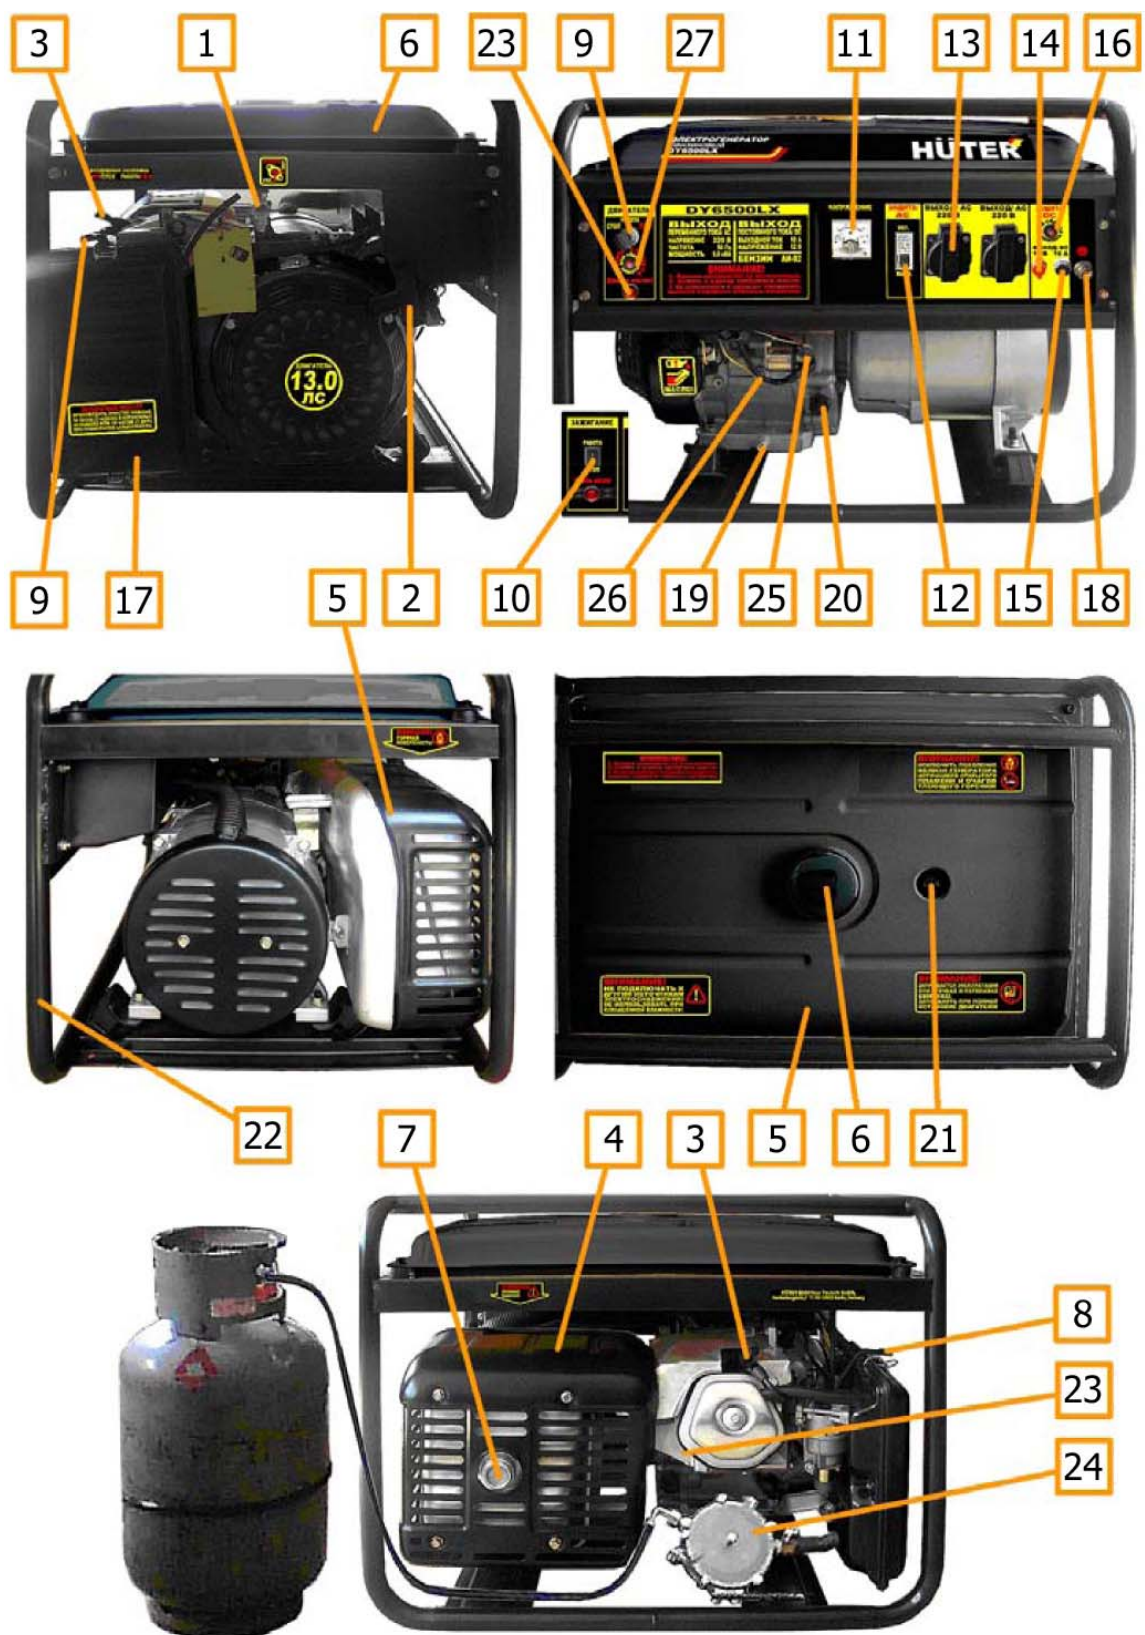
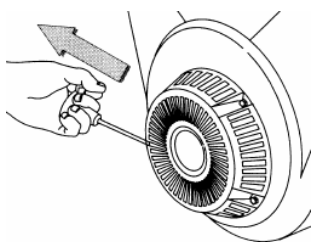

Рис. 1
Рис. 3
- Вывинтить щуп (поз.20 рис.1) и залить в картер масло соответствующего типа (таблица 2 п.8) до нижнего края горловины. Вставить чистый сухой щуп в горловину картера и вынуть его. Проверить уровень масла: граница смоченной области щупа должна располагаться между отметками минимального и максимального уровней.
– При установке генератора следует подключить к резьбовой клемме (поз. 18) (рис. 1) проводник заземляющего устройства, удовлетворяющего требованиям раздела «Обеспечение требований безопасности».
1. В качестве топлива используется бензин марки АИ-92, а также бытовой сжиженный баллонный газ: пропан и пропан бутан, в случае установки газовой системы питания (поз. 24 рис. 1), см. также рис. 2;
4. Установить лоток аккумуляторной батареи GG-H650-M22-E в соответствии с каталогом запасных частей. Подключить провода аккумуляторной батареи поз. GB1 (Приложение 1) к клеммам (поз.25, 26 рис.1), строго соблюдая указанную полярность.
1. Отключить все потребители переменного тока от генератора, переведя рычаг автоматического выключателя (поз.12 рис.1) в отключенное положение «0», отсоединить потребители постоянного тока от клемм (поз.14, 15 рис. 1).;
2. При использовании бензина открыть топливный кран (поз.1 рис.1) при закрытом вентиле газового баллона, (см. также рис. 4), или открыть вентиль газового баллона при закрытом топливном кране (поз.1 рис.1) в случае использования газа.
3. При использовании бензина перевести рычаг управления воздушной заслонкой (поз.8 рис.1) в крайнее левое положение при пуске холодного двигателя и в промежуточное положение при пуске прогретого двигателя. При использовании газа нажать на несколько секунд кнопку в центре регулятора (поз.1 рис. 2) для заполнения впускной трубы газом, затем отпустить кнопку.
4. Перевести выключатель двигателя (поз.9, 10 рис.1) в отключенное положение «0» или «СТОП»
5. Плавно вытянуть до упора трос ручного стартера за ручку (поз.2 рис.1) и вернуть в исходное положение (см. также рис.3)
6. Перевести выключатель двигателя (поз.9, 10 рис.1) во включенное положение «1» или «РАБОТА».
7. При ручном пуске, придерживая генератор за раму, резко с интенсивным усилием вытянуть трос ручного стартера до упора (рис.3), повторив действие несколько раз при необходимости. Если двигатель не запускается, следует изменить положение рычага воздушной заслонки, сдвигая его вправо тем больше, чем выше температура двигателя и окружающего воздуха при использовании бензина или повторить кратковременное нажатие кнопки регулятора при работе на газе, затем повторить пуск. Включение электрического стартера производится поворотом ключа выключателя (поз.9 рис.1) в крайнее правое положение «ПУСК». Сразу после пуска двигателя отпустить ключ выключателя для обеспечения его самовозврата в среднее положение. При срабатывании защиты (поз.27 рис. 1) нажать сброс после остывания автоматического выключателя.
9. При работе на бензине после прогрева двигателя в течение времени около 10-40 секунд, в зависимости от начальной температуры, перевести рычаг заслонки (поз.8 рис.1) в крайнее правое положение, если при этом двигатель работает неустойчиво вернуть рычаг заслонки в прежнее положение и обеспечить завершение прогрева.
ваний безопасности». Полная (сумма активной и реактивной) мощность всех подключаемых потребителей в стационарном режиме не должна превышать значений номинальной мощности, указанных в Таблице 1 п.3. Не допускается длительное превышение номинальной мощности более, чем на 10% выше номинального значения. Включить автоматический выключатель (поз.12 рис.1), установив его рычаг управления в положение «1».
- При работающем генераторе отключить автоматический выключатель (поз. 12 рис. 1), отсоединить потребители постоянного тока от клемм.
- Перевести выключатель двигателя (поз. 9 рис. 1) в отключенное положение «0».
- Закрыть топливный кран (поз. 1 рис. 1).
6.1 Наличие и величина напряжения переменного тока индицируется и измеряется вольтметром (поз. 11 рис. 1).
6.2 Причиной отсутствия напряжения при работающем генераторе может служить срабатывание автоматических выключателей защиты цепей от перегрузки (поз. 12, 16 рис.1).